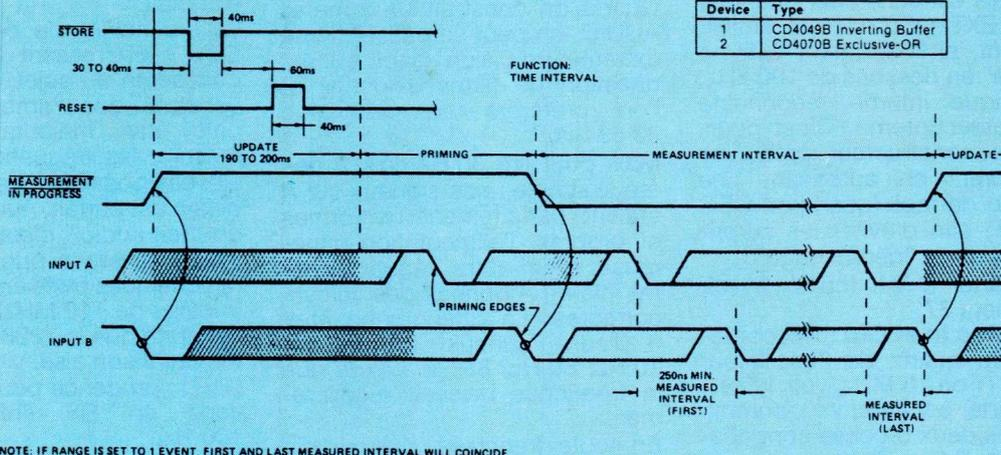

Figure 4: Chronogrammes pour la mesure d'intervalle de temps.
2. **Entrée B.** Utilisée pour les rapports (fréquences, impulsions). Maxi 2,5 MHz. Voir également entrée A (40) et **figure 4**. Impédance 250 kΩ.
c- : voir chrono **figure 4**
D₅: Mesure du temps séparant deux impulsions : démarrage en A, arrêt en B. Voir **figure 4**.
a : voir **figure 4**
19 Reset : (barre). Voir **figure 4**. Entrée permettant au moyen d'un zéro logique d'annuler une mesure en cours. Possibilité de faire une RAZ à l'allumage en plaçant entre 19 et 12 un condensateur de 0,1 µF par exemple. Ceci est sans intérêt pour la fonction fréquencemètre, mais presque indispensable en